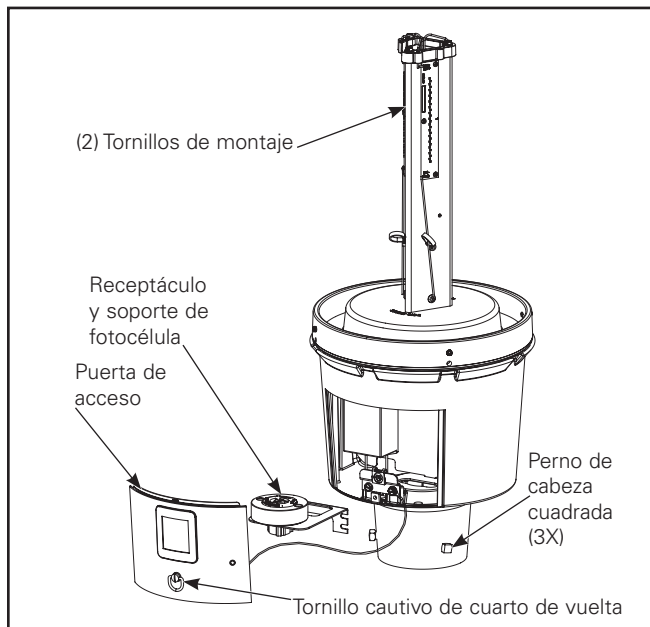

Figura 1.
1. Quite la puerta de acceso girando el tornillo cautivo de un cuarto de vuelta en sentido contrario a las agujas del reloj para desactivar el bloqueo. (Figura 1.)